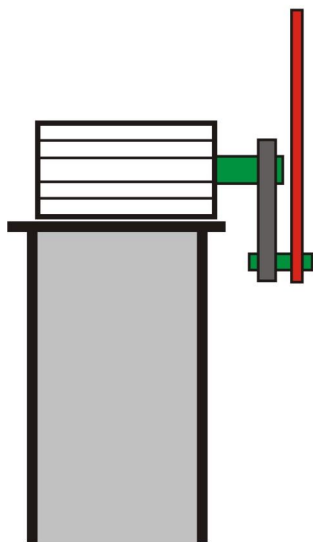

图 2: 倒立姿势 1
(1) 从旋转杆 B 及摆杆 D 均处于自然下垂状态开始, 控制旋转杆 B 作往复旋转运动, 尽快使摆杆摆起倒立, 其倒立姿势如图 2 所示, 要求保持倒立状态时间不少于 10s;